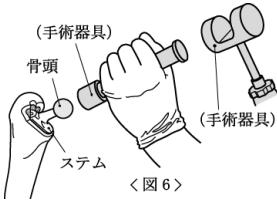

図6
- ・骨頭をシステムのテープ一部に正しく嵌合させてから、専用器具の骨頭打ち込み器を使用して、軽く叩いて固定する（図6）。また、テープ一部に骨片や異物などがかみ込まれると骨頭の強度が低下する恐れがあるので、嵌合時には注意する。